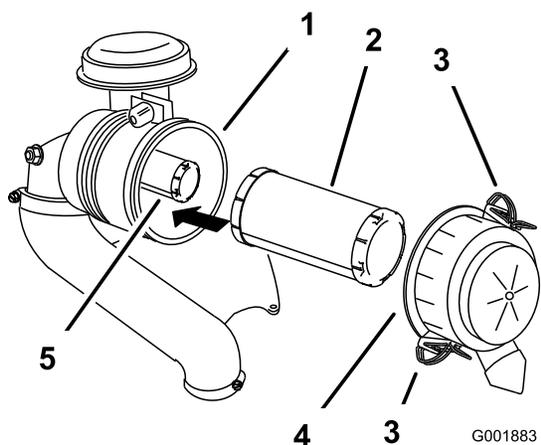

Figura 41
3. Eliberați elementele de fixare ale filtrului de aer și îndepărtați capacul filtrului de aer (Figura 41).
- Glisați uor filtrul primar din corpul filtrului de aer (Figura 41).
- Dacă înlocuiți filtrul interior, glisați-l cu atenție în corpul filtrului (Figura 41).
- Glisați cu atenție filtrul primar peste filtrul de siguranță (Figura 41).
- Montați capacul filtrului de aer și fixați-l cu elementele de fixare (Figura 41).